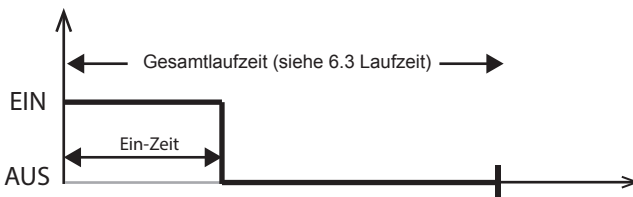

Abb. 15: Betriebsmodus Timer I/O
*Weitere Einstellungen siehe 6.5. Ein-Zeit (Timer I/O) auf Seite 22 sowie Abb. 15: Betriebsmodus Timer I/O auf Seite 23.*
*Hinweis: Zur Aktivierung der Ein-Zeit sind weitere Einstellungen erforderlich siehe 6.1. Betriebsmodus auf Seite 18 sowie Abb. 15: Betriebsmodus Timer I/O auf Seite 23.*